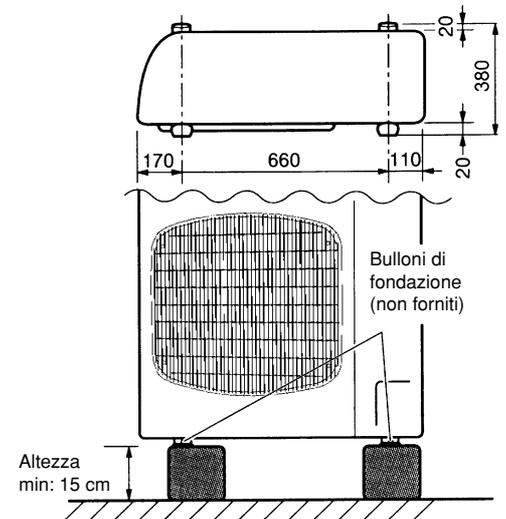

Fig. 4-2
- (1) Installare l'unità su base sopraelevata di almeno 15 cm rispetto al terreno circostante. (Fig. 4-2)
- (2) Fissare l'unità alla base con 4 bulloni di fondazione.